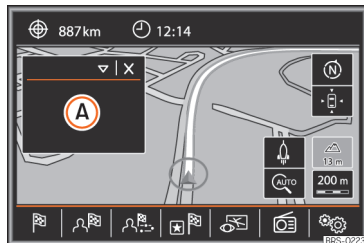

Abb. 217 Zusatzfenster angezeigt.
Im Zusatzfenster »» **Abb. 217** (A) erscheinen die nachfolgend aufgeführten Informationen: